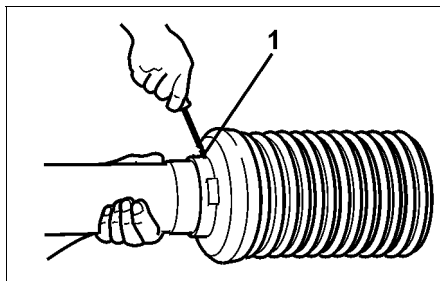

Fig. 24
- Skruva ut stoppskruven (Fig. 24/1)